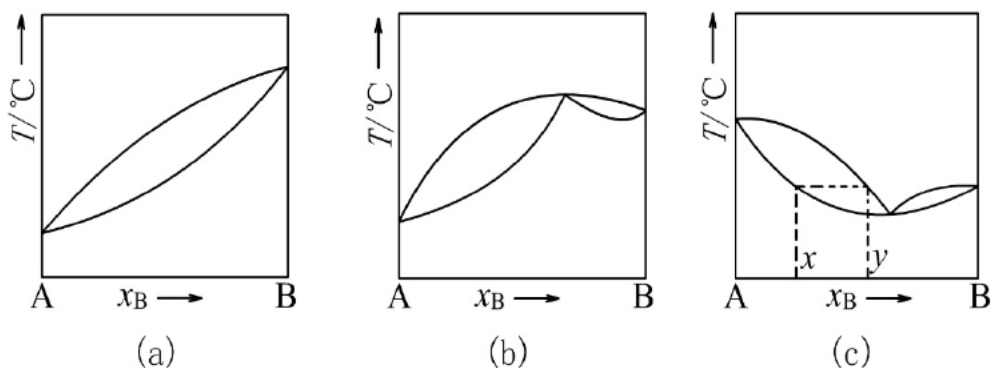

图 1 二组分真实液态混合物气-液平衡相图 ( $T-x$  图)
- (1) 一般偏差：混合物的沸点介于两种纯组分之间，如甲苯-苯体系，如图 1(a) 所示。
- (2) 最大负偏差：存在一个最小蒸气压值，比两个纯液体的蒸气压都小，混合物存在着最高沸点，如盐酸-水体系，如图 1(b) 所示。
- (3) 最大正偏差：存在一个最大蒸气压值，比两个纯液体的蒸气压都大，混合物存在着最低沸点，如正丙醇-水体系，如图 1(c) 所示。